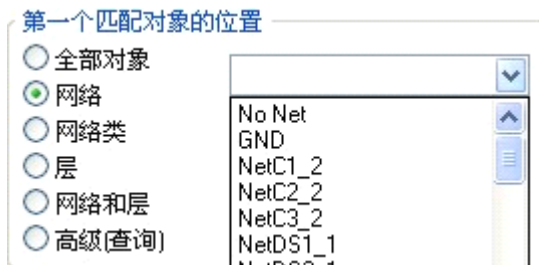

图 4-12-18 全查询选择对话框
③ 设置布线名称和宽度。在布线宽度约束特性和范围设置对话框顶部的【名称】(Name) 文本框里输入网络名称 vcc，在底部的宽度约束特性中将宽度修改为 30 mi。
④ 设置约束范围 vcc 项。在图 4-12-18 所示的对话框中，单击右侧【第一个匹配对象位置】单元的【网络】，在【全查询】单元里出现 “InNet ()”。